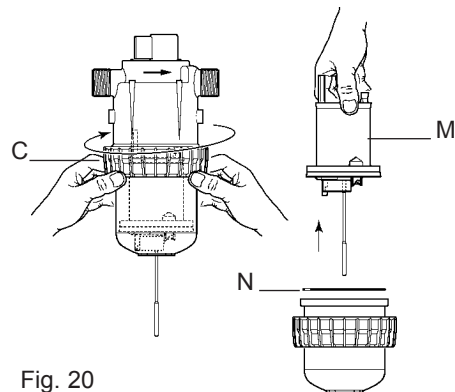

Fig. 20
- Dévisser l'écrou de la partie supérieure à la main (Fig. 20-C) et la retirer.
- Sortir l'ensemble piston moteur (Fig. 20-M) en tirant vers le haut.
- Changer, remonter l'ensemble. Pour cela, étape ①, positionner le moteur partiellement dans la partie inférieure, étape ② puis en position intermédiaire dans la partie supérieure en prenant garde de ne pas abîmer le joint d'étanchéité (Fig. 20-N).
- Etape ③, Visser l'écrou **à la main**.
- Assembler l'ensemble, puis remonter la partie dosage en ayant au préalable nettoyé ou remplacé le joint d'étanchéité (Fig. 20-N).